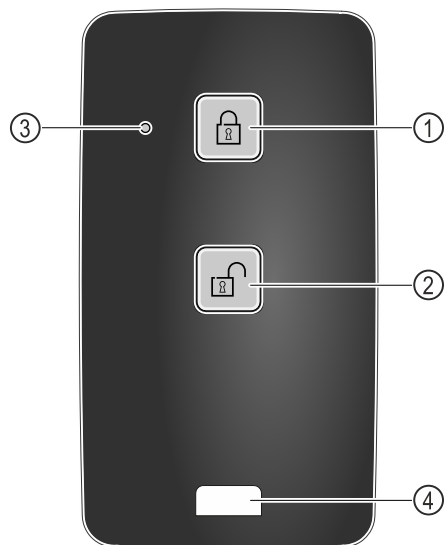

Fig. 139
- (1) Zaklep ključavnice (3) Stanje lučke LED
(2) Oklep ključavnice (4) Pritrditveni zavihek
- ▶ Pritisnite tipko Fig. 139 (1) na oddaljenem upravljalniku.
- ▶ Pritisnite tipko Fig. 139 (2) na oddaljenem upravljalniku.
- ▶ Stanje lučke LED Fig. 139 (3) ob pritisku vrne optične povratne informacije.
- ▶ Zavihek Fig. 139 (4) za pritrditev oddaljenega upravljalnika, na primer na obesek za ključe.